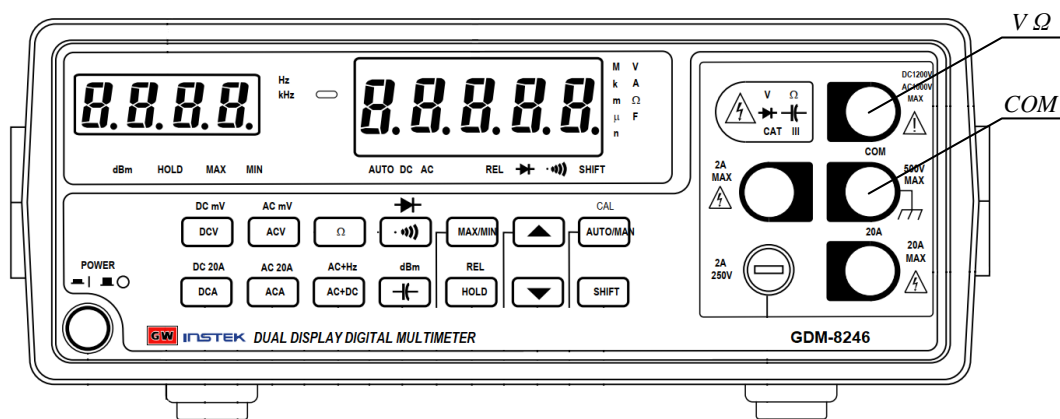

Рис. 2.15. Цифровой вольтметр-мультиметр GDM-8246
**Цифровой вольтметр-мультиметр GDM-8246** используется в лабораторной работе для измерения постоянного напряжения, а также для измерения среднеквадратического значения сигналов переменного напряжения (рис. 2.15).